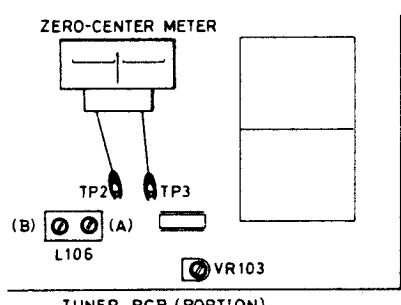

Fig. 2
2. Receive 90MHz (90,1MHz) (1mV) signal from FM signal generator. Adjust the first core (A) of L106 so that the zero-center meter falls on mid-position.
3. Next adjust the core (B) of L106 to minimize distortion.
4. Repeat steps 2 and 3 until no further improvement is noticed. (Fig. 2)
Receive 90MHz (90,1MHz) (2 to $5\mu V$) from the FM signal generator. Verify that the output disappears when the muting switch is set to ON. Then increase the Antenna input level to $20\mu V$ and adjust the potentiometer VR103 so that the output just appears. Reduce the antenna input level once, and gradually increase it up to $20\mu V$, at which level the signal output should appear. (Fig. 2)
3. Ajuster ensuite le noyau (B) de L106 de façon à obtenir une distorsion minimum.
4. Répéter les opérations des points 2 et 3 jusqu'à ce qu'il ne soit plus observé d'amélioration. (Fig. 2)
Appliquer un signal 90MHz (90,1MHz) (2 à $5\mu V$) à l'aide du générateur de signaux MF. Vérifier que la sortie disparaît lorsque le commutateur d'amortissement est amené sur la position ON. Augmenter ensuite le niveau d'entrée sur antenne à $20\mu V$ et ajuster le potentiomètre VR103 de façon à ce que la sortie apparaisse tout juste. Réduire rapidement le niveau d'entrée sur l'antenne et l'augmenter progressivement jusqu'à $20\mu V$, niveau auquel la sortie du signal doit alors apparaître. (Fig. 2)